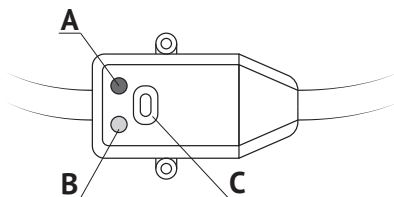

Рис. 11
1. После подключения к электросети водонагревателя оснащенного устройством защитного отключения (УЗО) загорится индикатор В (смотри рис. 11).